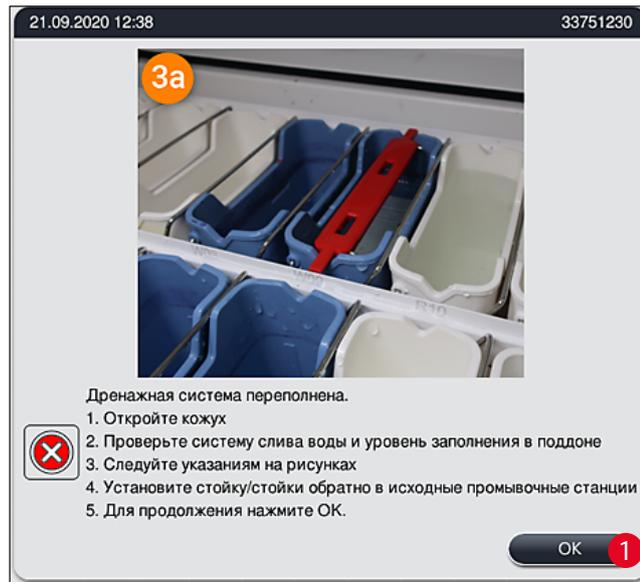
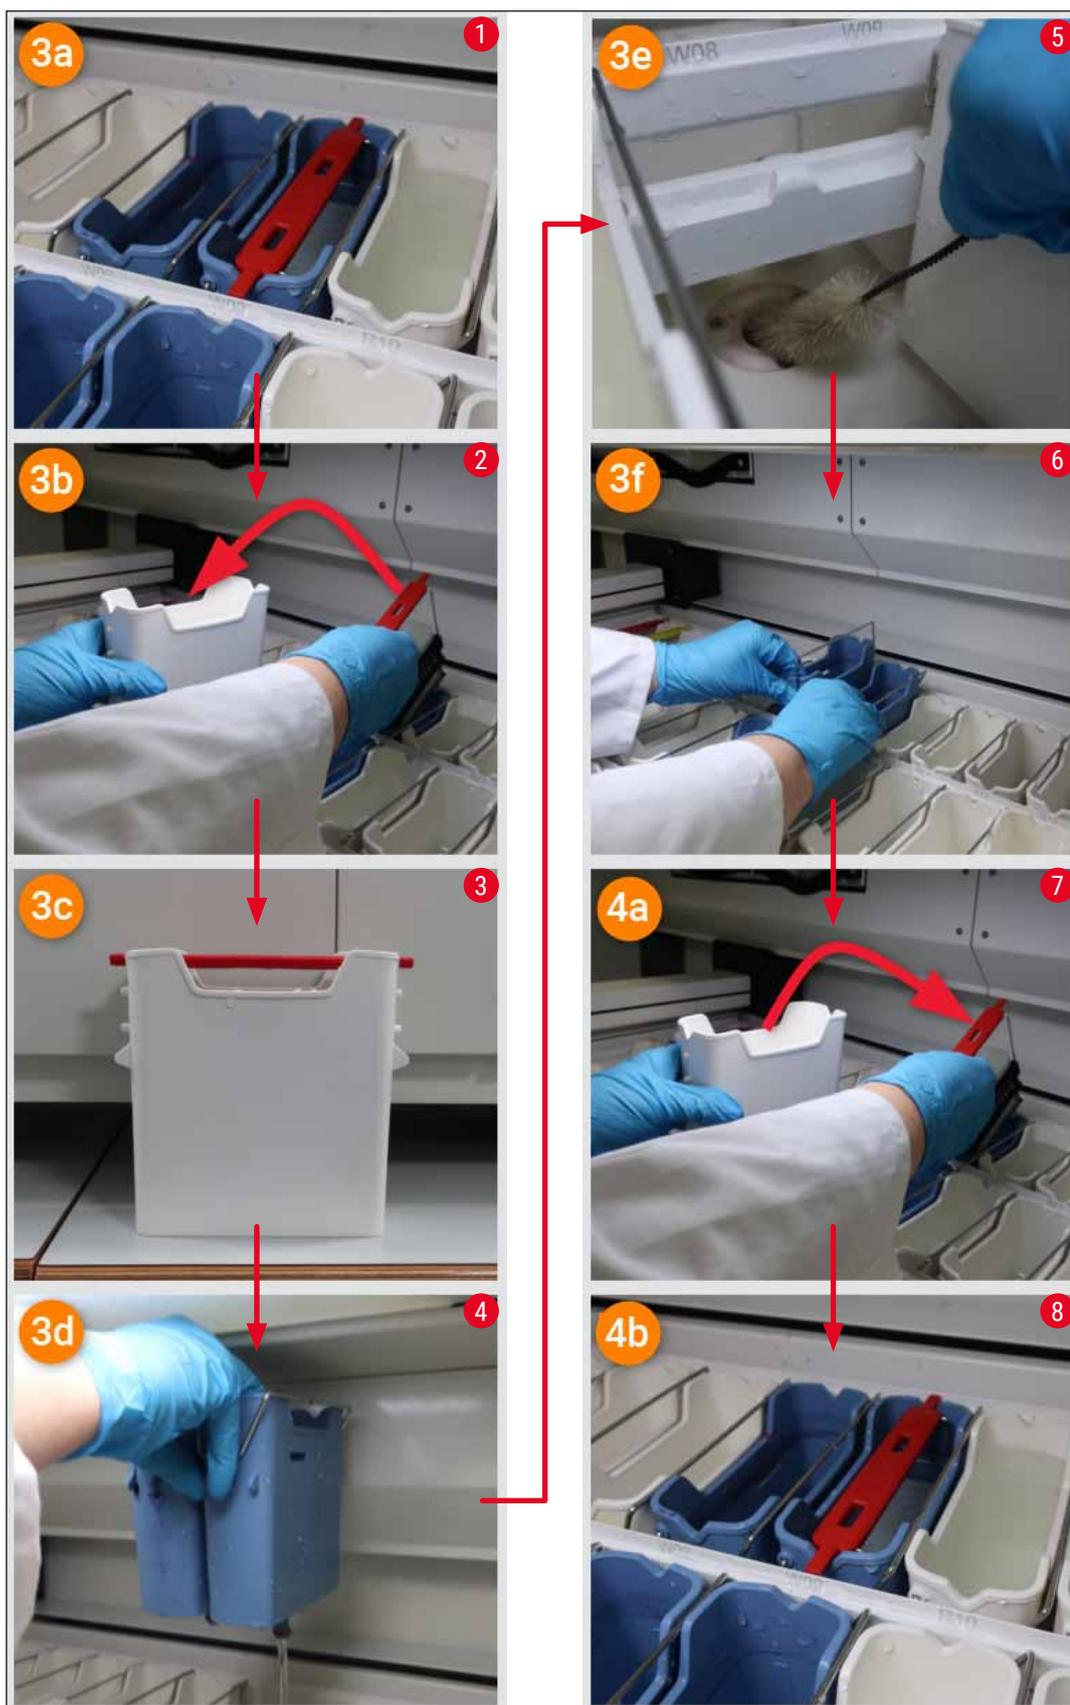

Рис. 120
Рис. 122
Засорение системы слива воды может быть вызвано забиванием сливного сетчатого фильтра (→ "Рис. 98-1") или сливного шланга (→ "Рис. 7-1"). Это может стать причиной подъёма уровня воды в сливном поддоне. В результате может быть достигнут критический уровень воды в приборе. На экране появляется сообщение о неисправности для пользователя (→ "Рис. 120"), сопровождаемое аварийным звуковым сигналом. Также сообщение о неисправности содержит указания по устранению засорения в виде последовательной серии изображений (→ "Рис. 122").
- Если в процессе растворения уровень воды в сливном поддоне падает ниже критической отметки, сообщение (→ "Рис. 120") исчезает с экрана, после чего появляется другое сообщение с указанием на то, что процесс окрашивания может быть продолжен.